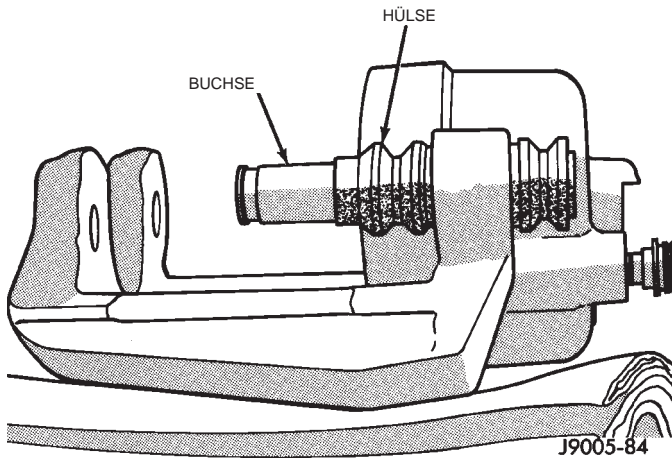

Abb. 51 Buchsen und Hülsen einsetzen
(1) Die Bremssattel-Zylinderbohrung, die neue Kolbendichtung und den Kolben mit frischer Bremsflüssigkeit benetzen.
(2) Die Führungsbuchsen und die Innenseite der Hülsen mit Silikonfett einfetten.
(3) Die Hülsen in den Bremssattel einsetzen; dann die Führungsbuchsen in die Hülsen einsetzen und die Buchsen bis zum Anschlag einschieben (Abb. 51).